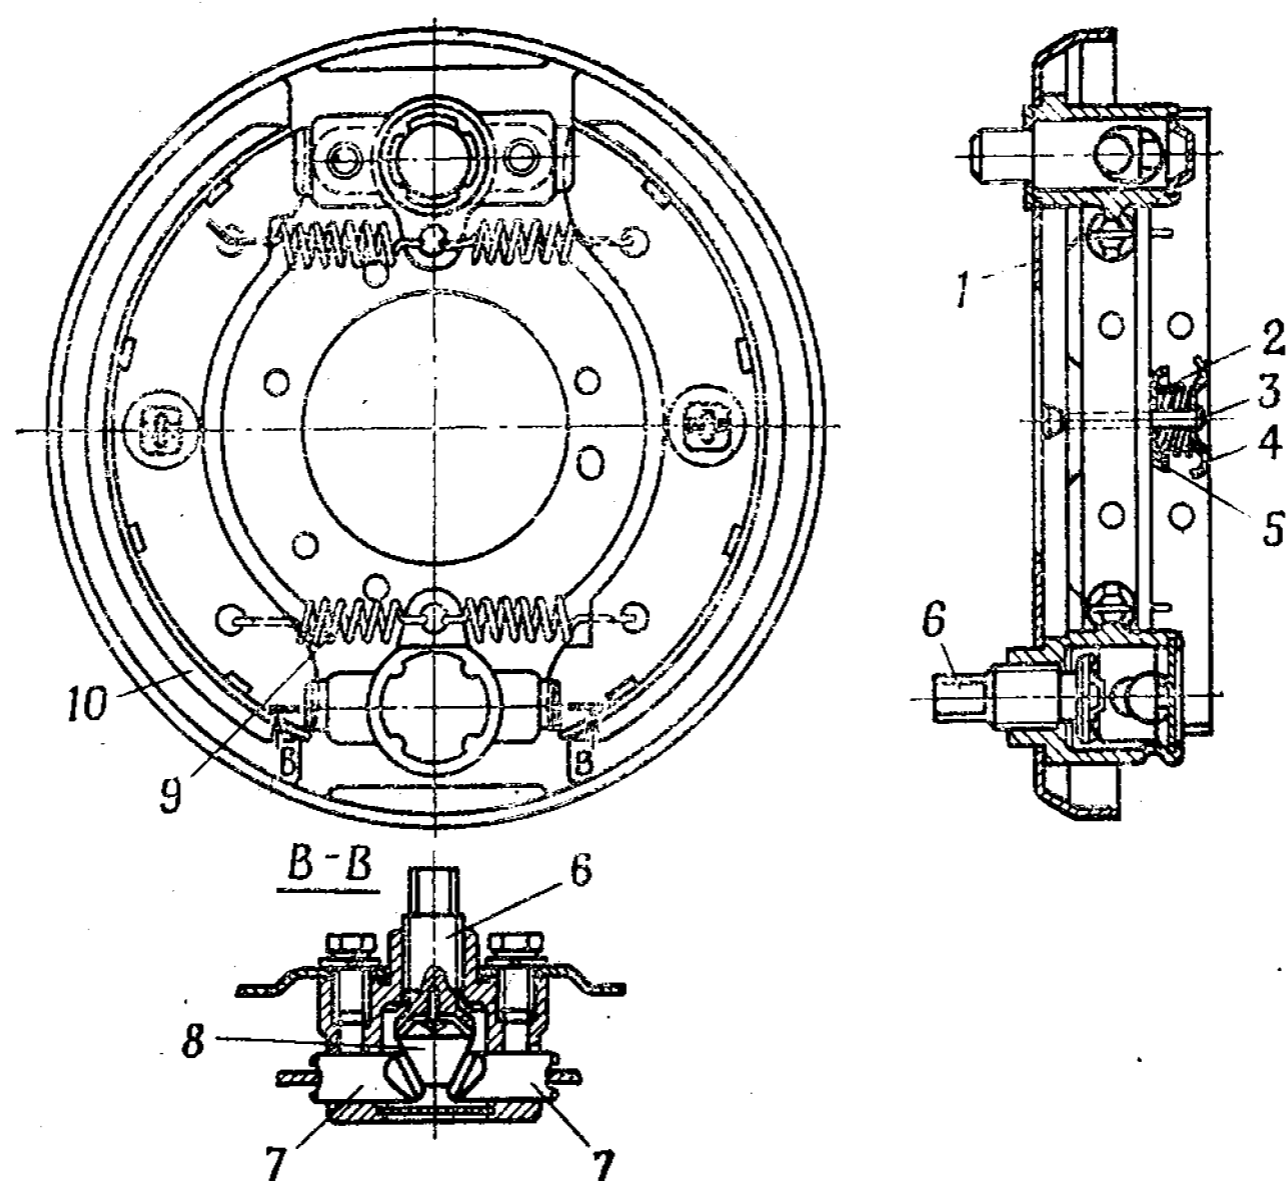

Рис. 50. Ручной тормоз:
4. Вывернуть регулировочный винт 6 (рис. 50) до упора	Ключ 12—14
<p align="center">Снятие колодок ручного тормоза</p> <p>1. Снять барабан ручного тормоза (см. операционную карту № 49, переходы 1—5) 2. Снять стяжные пружины 9 (рис. 50) колодок 10</p> <p>3. Совместить прорезь в передней чашке 4 с выступом стержня 3, снять чашку 4, отжимную пружину 2, чашку 5. Вынуть стержень и снять колодку</p> <p>4. Выполнить переход 3 для снятия второй колодки</p>	<p>Щипцы для снятия и установки пружин колодок Плоскогубцы 150</p>